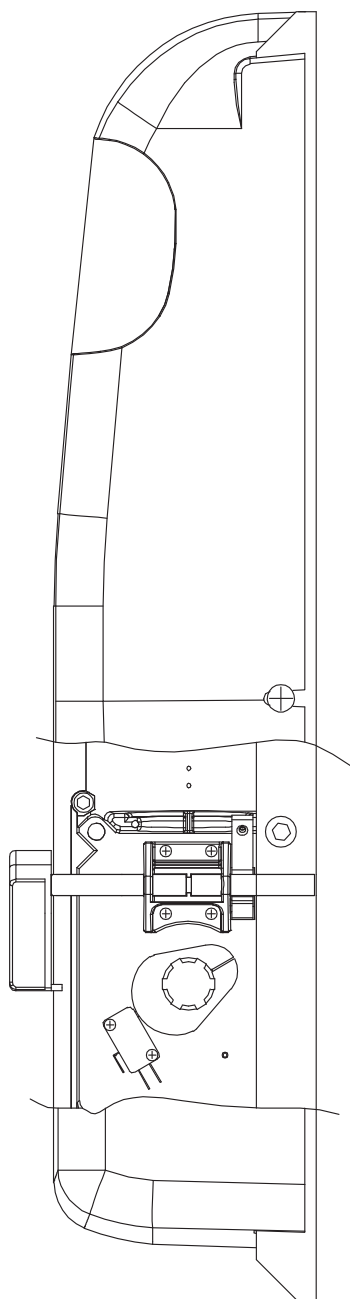

Fig.11
3. Regolare la posizione della camma di comando del finecorsa di chiusura in modo che venga azionato il microinterruttore di destra (Fig. 11).
3. Régler la position de la came de commande du fin de course de fermeture de manière que le micro-interrupteur de droite soit actionné (Fig. 11).
3. Regule la posición de la leva de mando del fin de carrera de cierre para que se accione el microinterruptor derecho (Fig. 11).
3. Adjust the position of the closing stop control cam so that the right-hand microswitch is activated (Fig. 11).
3. Die Position des Endschalternockens in Schließung so einstellen, dass der Mikroschalter rechts betätigt wird (Abb. 11).
3. Stel de plaats van de aansturingnok van de eindschakelaar in sluitpositie zo af dat de rechter microschakelaar in werking wordt gesteld (afb. 11).